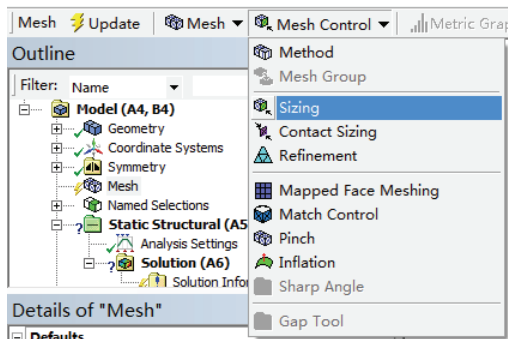
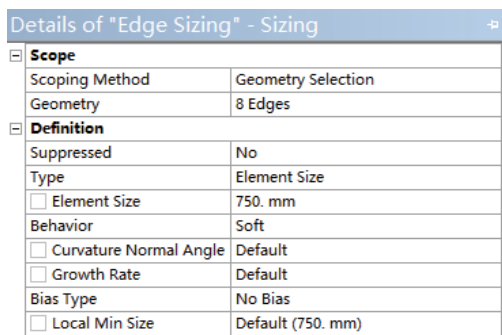

图 12-5 添加网格尺寸控制
图 12-6 设置面划分尺寸
2) 在 Mesh 上单击，然后在工具栏中选择 Mesh Control>Sizing，如图 12-5 所示，在 Element Size 后设置单元尺寸为 750mm，如图 12-6 所示。